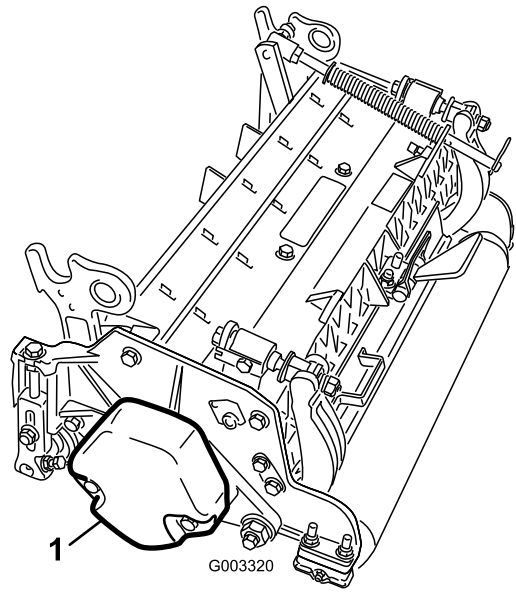

图3
4. 按照滚刀组操作手册的描述，确保将配重块（图 3）安装到滚刀组正确的一端上。